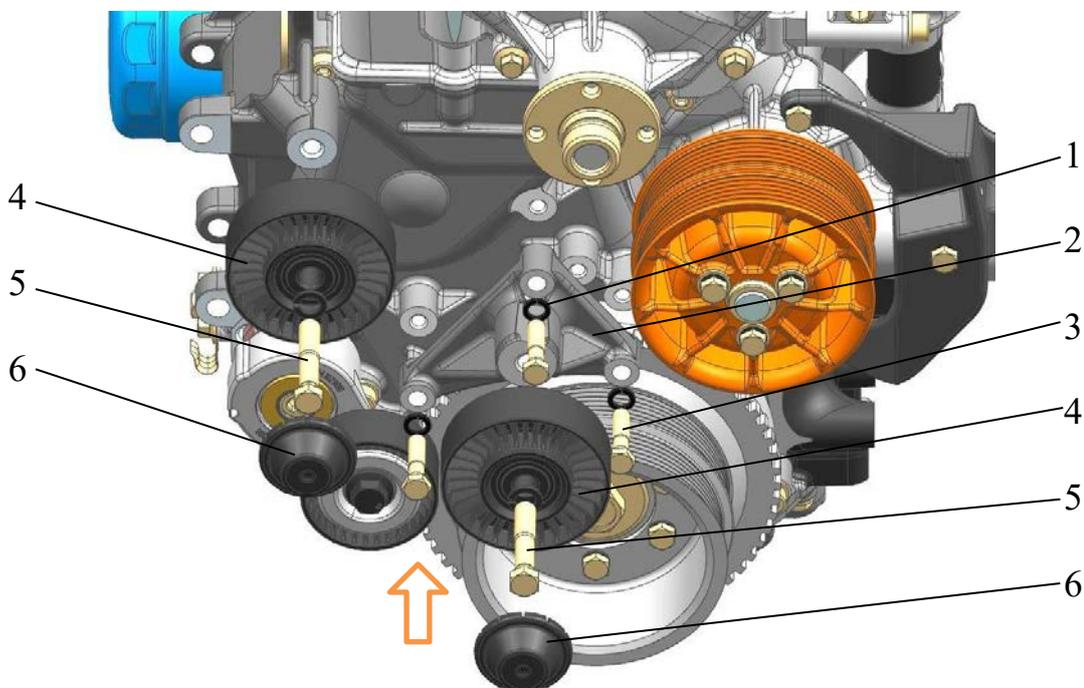

Рис.193. Установка направляющих роликов:
– установить и закрепить кронштейн 2 (рис.193) вспомогательного ролика на крышке цепи, завернув болты 3 кронштейна с пружинными шайбами 1 моментом 11,8...17,6 Н·м (1,2...1,8 кгс·м).